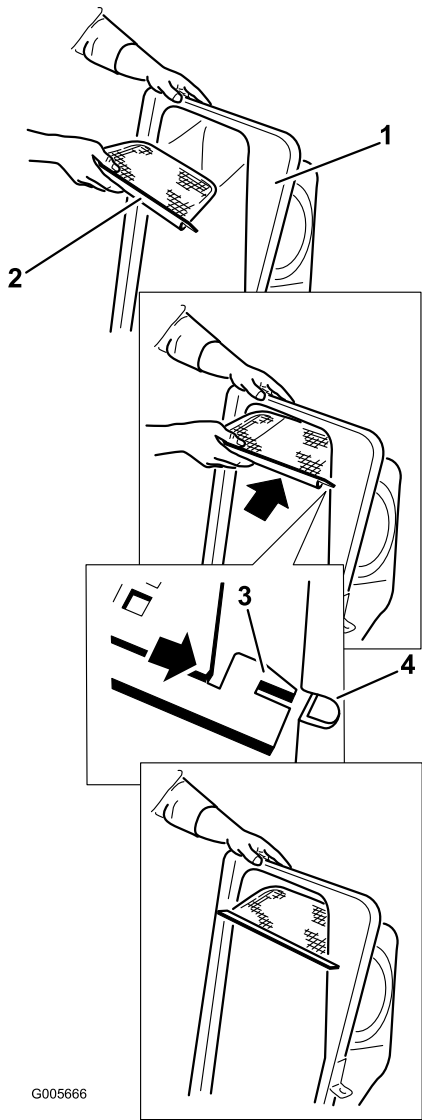

Figure 10
- Montez le filtre comme montré à la Figure 10 de sorte à l'incliner dans la direction des bacs de ramassage.